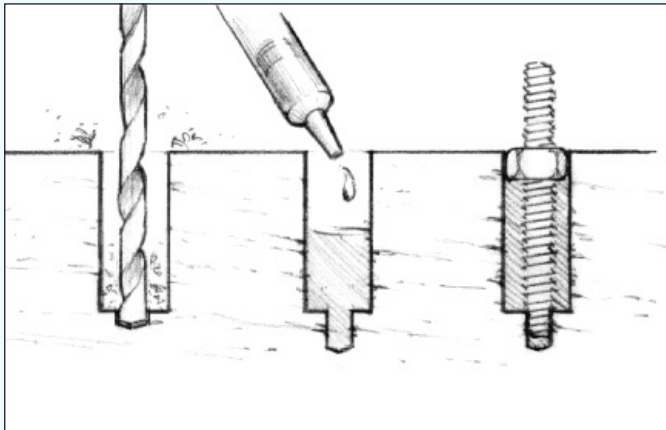

Figura 20
2. Coloque una tuerca y una arandela en cada espárrago, pre-encole los extremos inferiores e introdúzcalos en los taladros llenos de epoxi. Deje que el epoxi se cure completamente antes de acoplar el accesorio y apretar las tuercas (*Figura 20*).